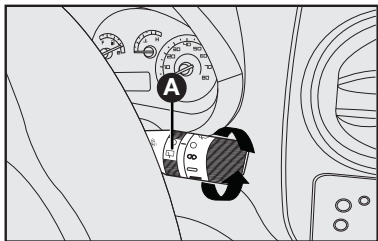

fig. 58
Limpador/lavador do vidro traseiro - fig. 58 e 59
1) Girar a empunhadura **A**-fig. 58 da posição **O** para **↻**;